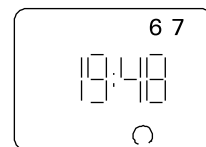

Рисунок 12
- нажмите кнопку [day] для выбора дня недели, после чего каменка должна выключиться. (Рис. 12)